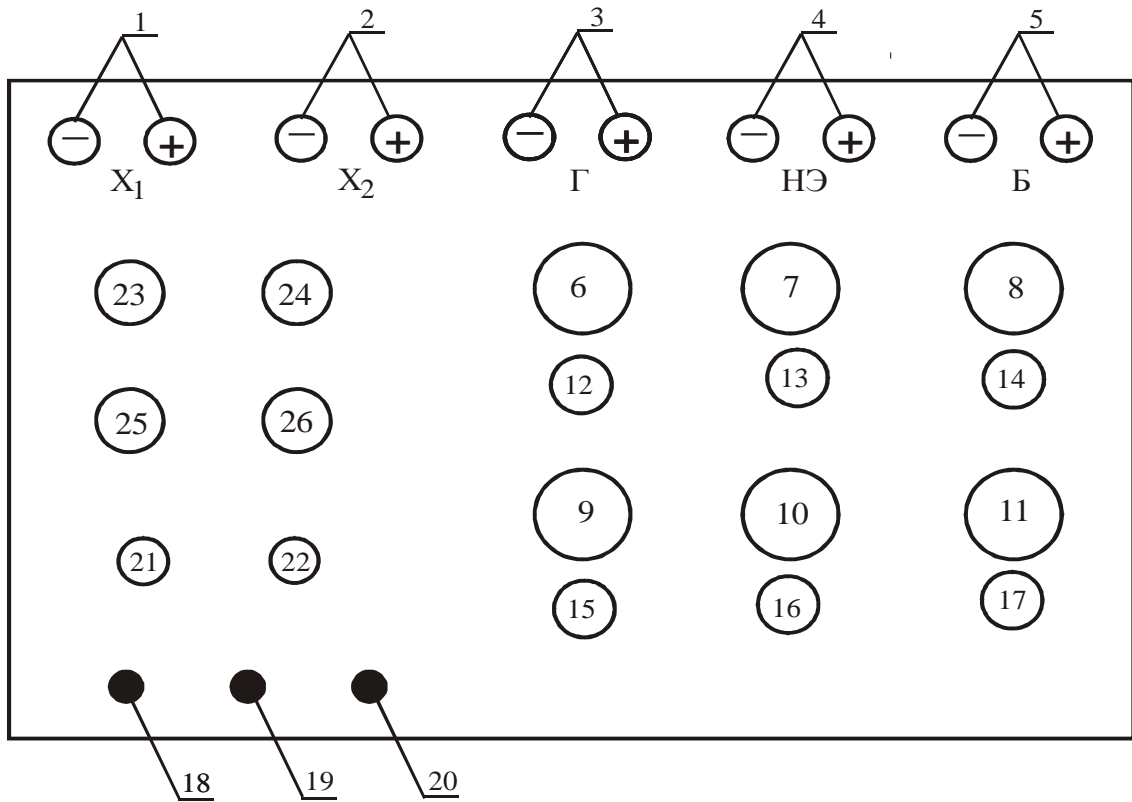

Рис. 6. Панель потенциометра Р-307:
1. Собрать гальванический элемент по схеме (рис.6):